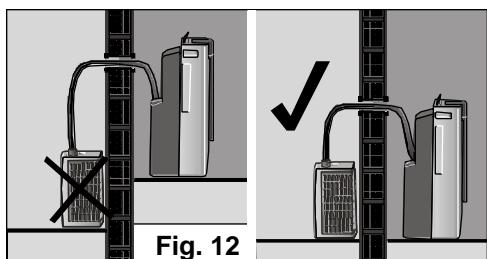

Fig. 12
- En dernier lieu, vérifier que le tuyau flexible de jonction entre ces deux unités n'est pas écrasé ou coincé, que la différence de hauteur entre ces unités ne dépasse pas 1,5 m Fig. 11 et que l'unité extérieure ne se situe pas à un niveau inférieur à celui de l'unité intérieure. Fig. 12.